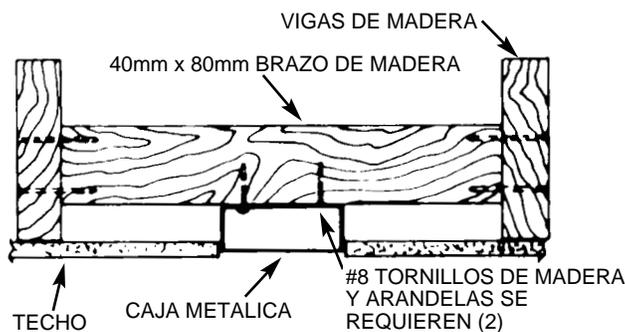

FIGURA 2
A. Asegure una caja metálica de transformador de salida de 100mm X 40mm ó una de 100mm X 12,5mm de profundidad a una viga de madera de 2 X 4 entre los brazos que cruzan el techo. Ver Figura 2. La caja metálica debe ser hundida dentro de la viga por un mínimo de 1,6mm. Asegure la caja con (2) huecos que no sean más largos que el diámetro de los tornillos de madera (1,2mm) y use 2 tornillos y arandelas de madera 4mm X 38mm. Use los huecos de adentro para asegurar la caja.